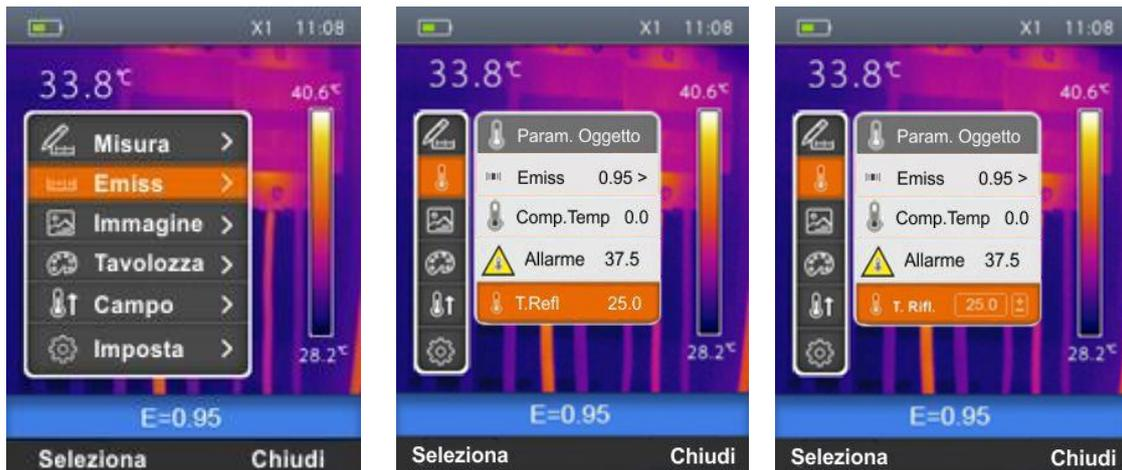

Fig. 21: Impostazione Temperatura Riflessa sullo strumento
- Selezionare la voce “T.Rifl” con i tasti  $\oplus$  o  $\ominus$  e premere il tasto “Seleziona”. La videata di Fig. 21 – Parte centrale è mostrata a display